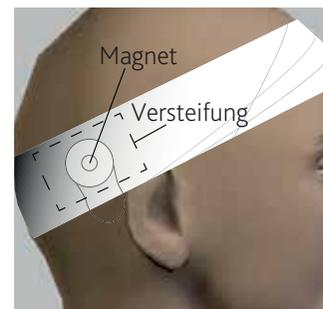

Abbildung 3: Anlegen einer Bandage mit Versteifung
- Legen Sie auf die Haut über dem Magneten eine Versteifung auf (siehe Tabelle 3 und Abbildung 3), um die stabilisierende Wirkung auf den Magneten zu erhöhen.